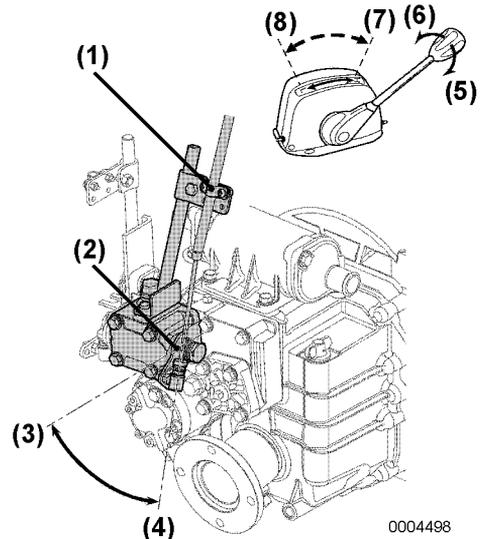

Abbildung 3
2. Drehzahl durch Bewegen des Schleppangelgriffs aus Stellung für hohe Drehzahl (H) (**Abbildung 3, (4)**) in Stellung für niedrige Drehzahl (L) reduzieren (**Abbildung 3, (3)**). Gewünschte Drehzahl wählen und Schleppangelgriff arretieren.
3. Vor Rückkehr zu Normalbetrieb Schleppangelgriff wieder in Stellung für hohe Drehzahl (H) bringen.